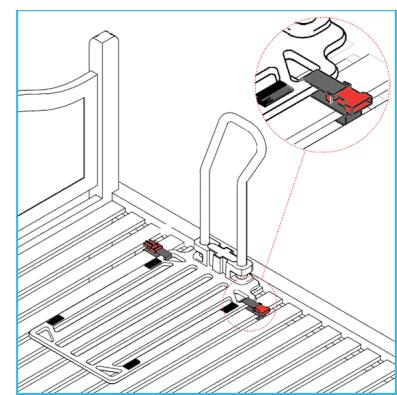

Abbildung 6
3.2d Führen Sie das eine Ende des Gurtes (mit Schnalle) von der Unterseite des Bettes um den Lattenrost herum, durch den dreieckigen Schlitz an der Seite des Befestigungsbretts und zurück unter das Bett über den Lattenrost (siehe Abb. 6).
3.2e Wiederholen Sie Schritt 3.2d mit dem anderen Ende des Gurtes (mit männlicher Schnalle) durch den gegenüberliegenden dreieckigen Schlitz auf der anderen Seite des Hebelplatte (siehe Abb. 6).